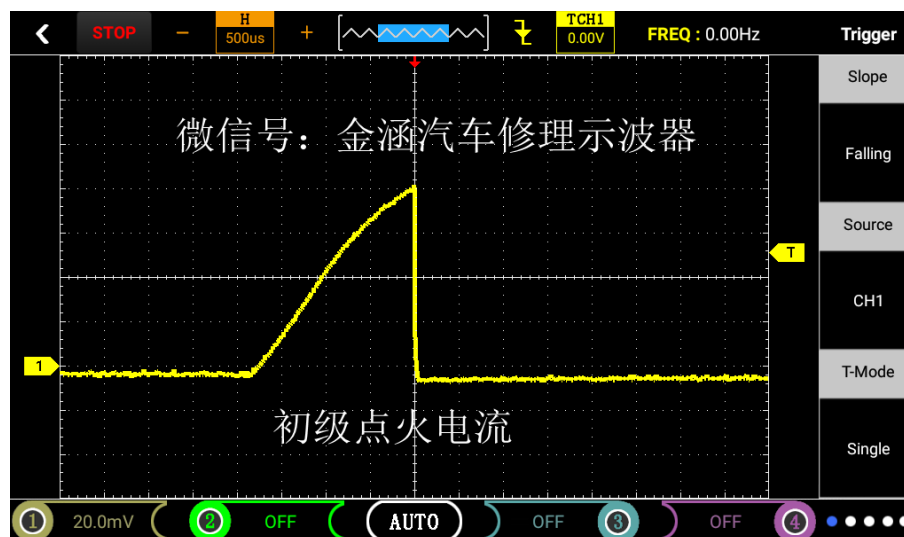

图6
①同初级点火步骤1
②进入主菜单界面后选择“点火”，然后进入子菜单点击选中“初级点火（电流）”，进入操作界面前会提示“需配合电流钳使用”等待几秒即可进入示波器界面
③将电流钳接到示波器CH1，由于示波器初级点火已默认好设置（探头档1X，时基档1ms），只需将电流钳连接点火线圈即可直观的显示波形。如图6